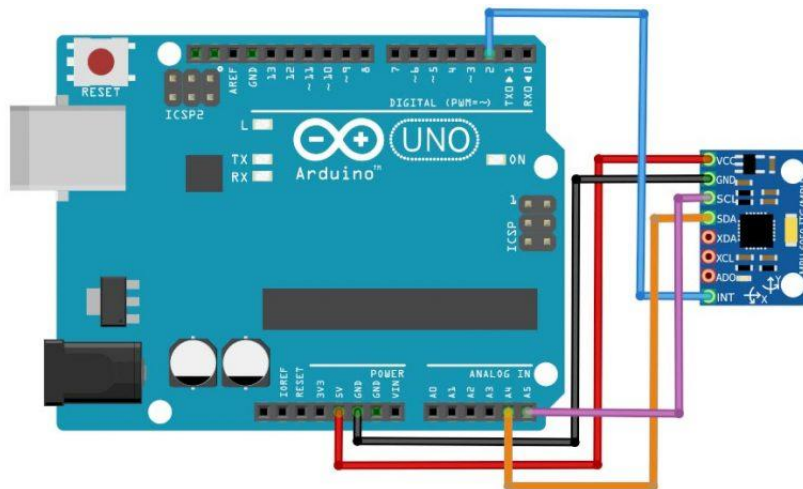

Рис. 6. Схема підключення MPU6050 до Arduino Uno
12. Підклучити модуль з акселерометром-гіроскопом MPU6050 до Arduino Uno згідно рис. 6.